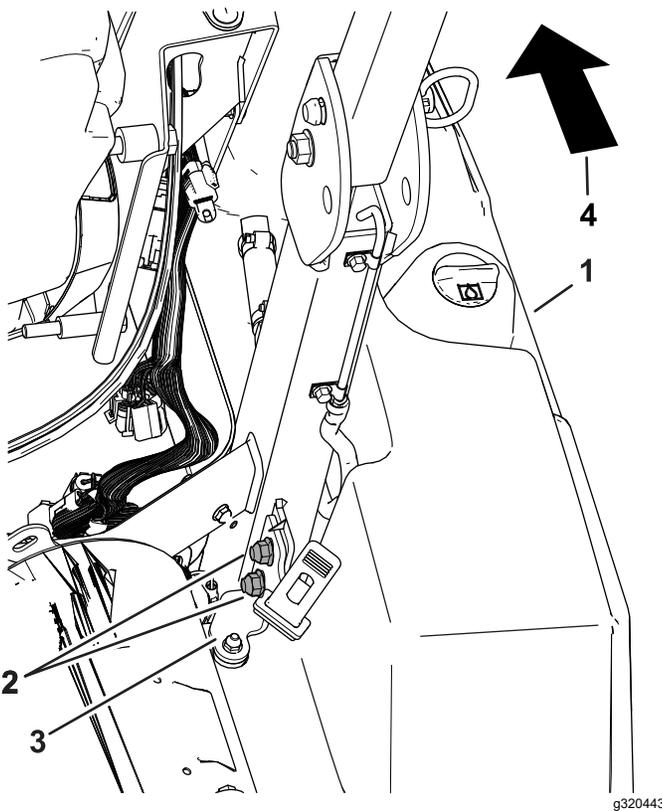

Figura 3
2. Retire los pernos situados detrás de la barra antivuelco del soporte trasero del depósito. Consulte Figura 3.